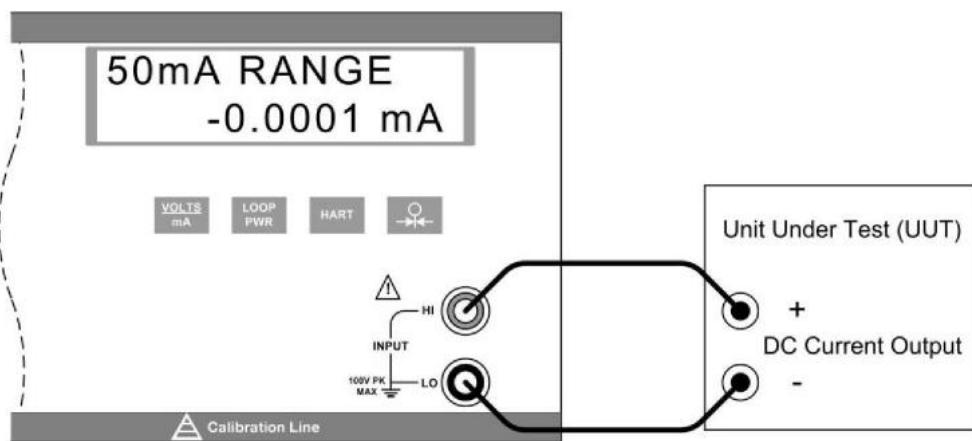

图 18 - 隔离直流电流输入连接
- c) 将待测试设备连接到 CED 7000 的隔离电压/电流输入端子，如图 18 所示。